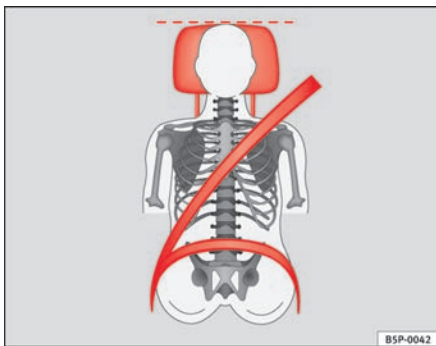
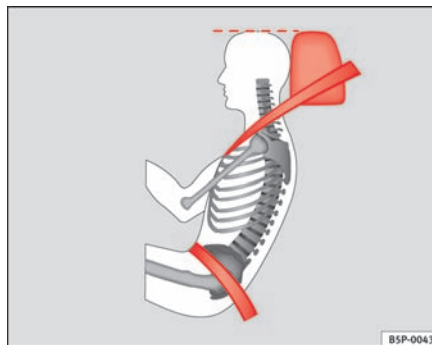

Fig. 68 Set forfra: Hovedstøtten er indstillet korrekt, og sikkerheds-selen er placeret rigtigt.
Fig. 69 Set fra siden: Hovedstøtten er indstillet korrekt, og sikkerheds-selen er placeret rigtigt.
- Indstil hovedstøtterne således, at hovedstøttens øverste kant er på højde med den øverste del af dit hoved eller mindst i øjenhøjde ⇒ fig. 68 og ⇒ fig. 69.